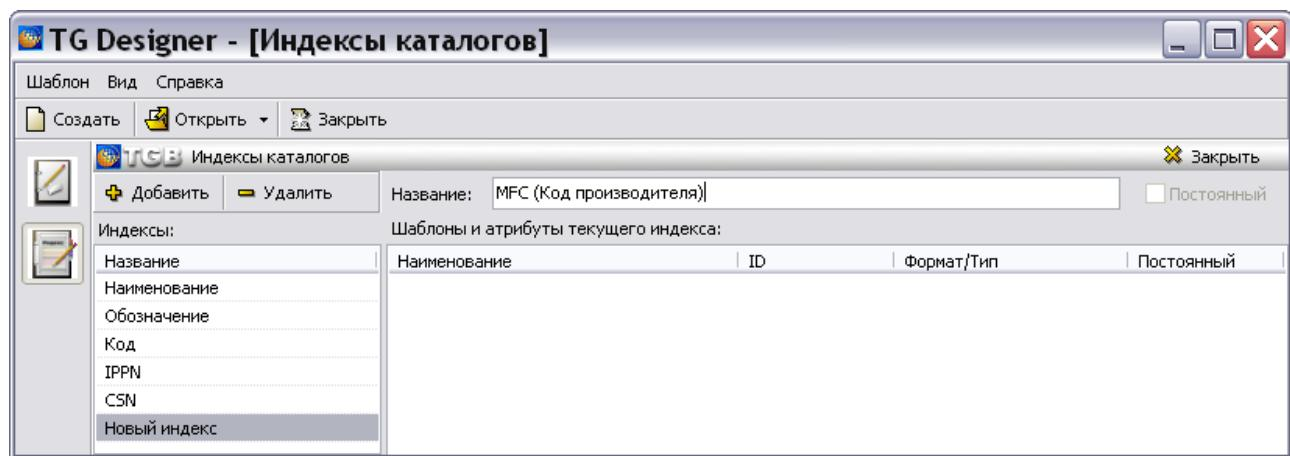

Рис. 5.4
1. На инструментальной панели левого окна нажмите на кнопку **Добавить индекс**  . После этого в списке индексов левого окна появится название «Новый индекс» (Рис. 5.4).
2. Над правым окном в окошко **Название** введите название индекса «MFC (Код производителя)» (Рис. 5.4).